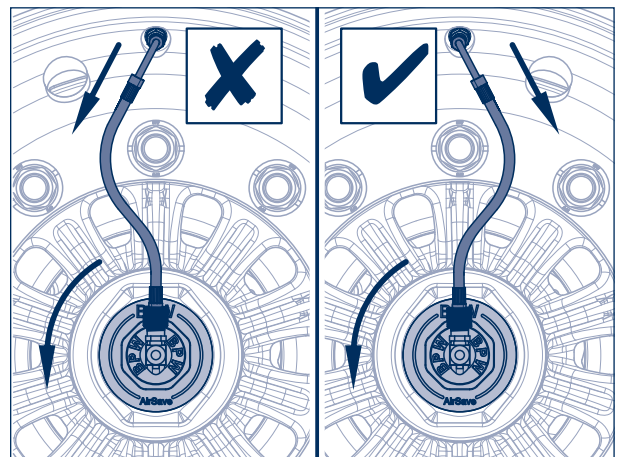

Bild 6
- [6] HubCapAdapter (817) mit einem Schraubenschlüssel (SW 55) oder einer Zange soweit verdrehen, bis die Verschraubung des Rotors an dem Ventilschlauch angeschlossen werden kann (siehe Bild 6).
Der Ventilschlauch darf nicht in Abschraubrichtung des AirSave Rotors zeigen, siehe Bild 6.